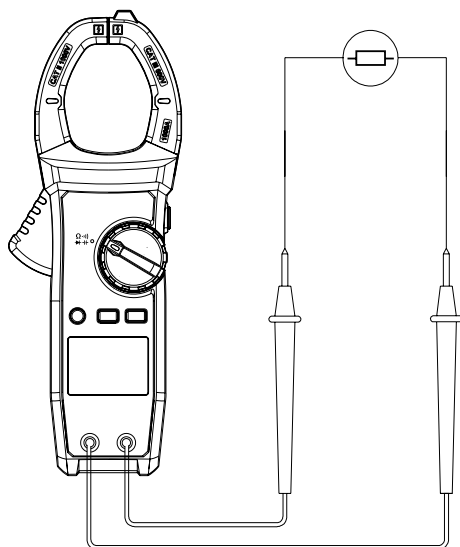

Рис.7 Проверка целостности
2) Установите переключатель на «••») и подсоедините щупы тестовых проводов к проверяемому элементу цепи (см. рис. 7). При значении сопротивления элемента цепи $< 30 \text{ Ом}$, цепь считается целостной, будет звучать непрерывный звуковой сигнал. Если сопротивление между контактами превышает 50 Ом, то звуковой сигнал отсутствует.